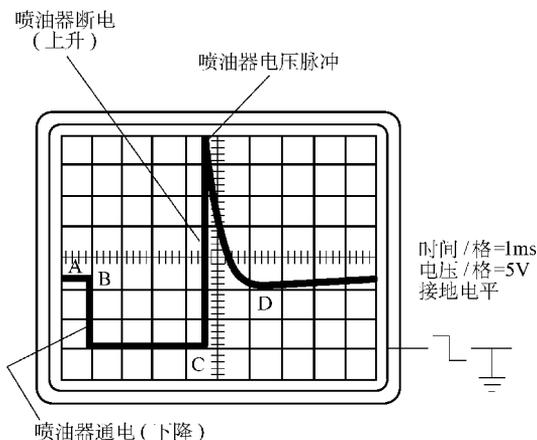

图 3-26 正常的喷油器波形
(7) 电路插头松动会造成缺火 喷油器插头松动会造成行驶中，特别是在坏路上行驶中该缸缺火。
(8) 喷油器波形的检测 检测喷油器的波形就是检测喷油器工作电流的变化，以及喷油脉宽为此所受到的影响。喷油器正常的波形见图 3-26，图中各段分析如下。